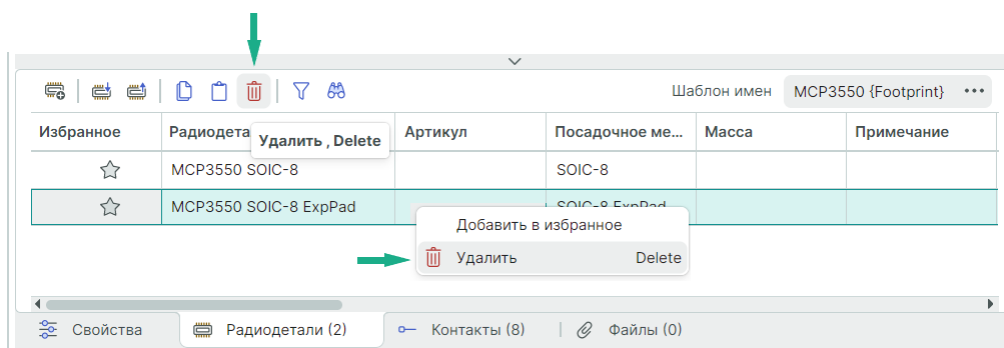

Рис. 319 Удаление радиодетали
2. Нажмите на символ  «Удалить выбранный элемент», см. Рис. 319.
Альтернативный способ удаления строки радиодетали – выбрать из контекстно меню команду «Удалить», см. Рис. 319.